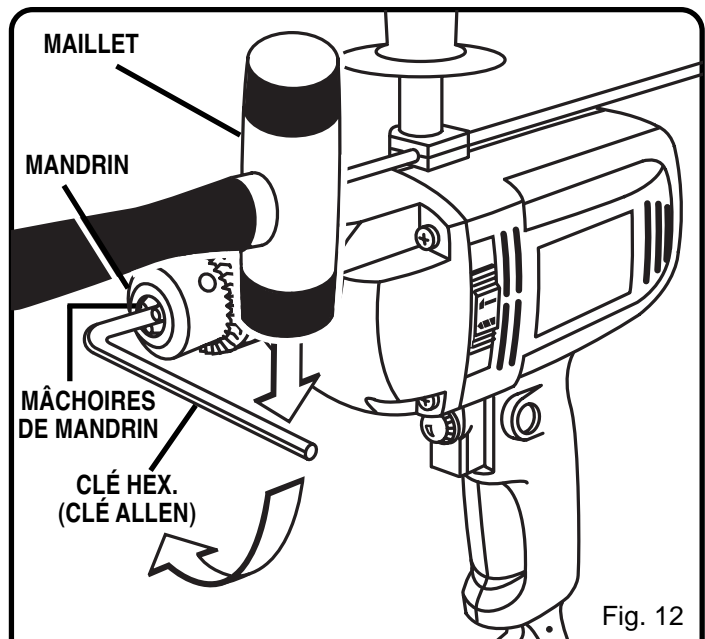

Fig. 12
Voir figures 12, 13 et 14.
3. Tapez fortement sur la clé hex. à l'aide d'un maillet dans le sens des aiguilles d'une montre. Voir figure 12. Ceci desserre la vis du mandrin pour faciliter son enlèvement.
2. Insérez la clé hex. dans le mandrin et serrez bien les mâchoires du mandrin. Tapez fortement la clé Allen à l'aide d'un maillet dans le sens des aiguilles d'une montre. Ceci serrera le mandrin sur la broche. Voir figure 12.